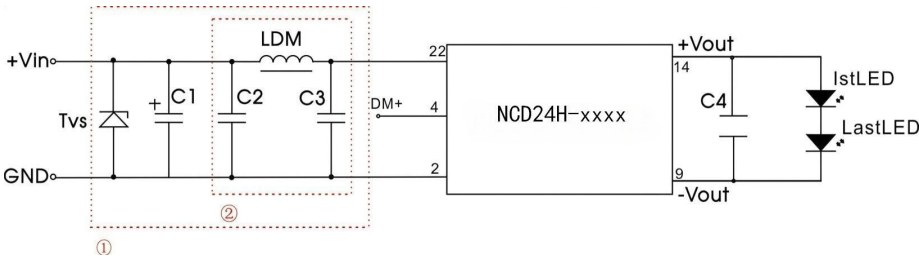

图 7
辐射骚扰 (RE)	CISPR32/EN55032 CLASS B (推荐电路见图 7-②)